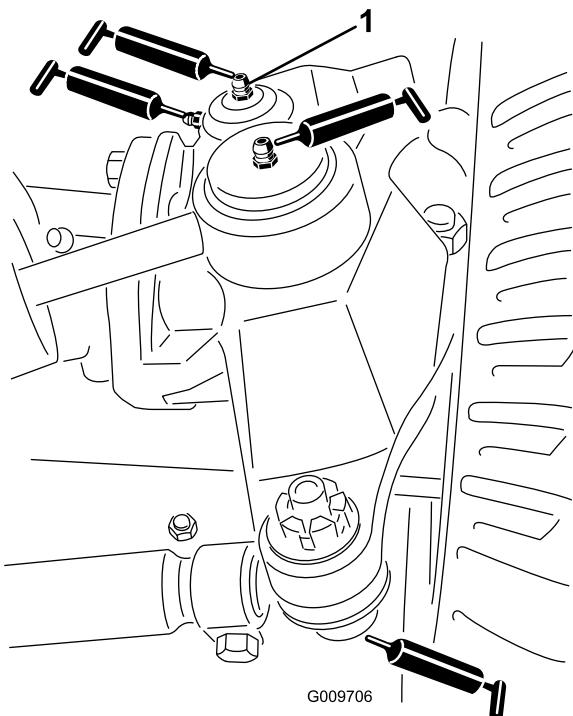

Bild 103
- Lenkzylinder-Kugelgelenke (2), siehe Bild 103
- Spurstangen-Kugelgelenke (2), siehe Bild 103
- Achsschenkelbolzen (2), siehe Bild 103.